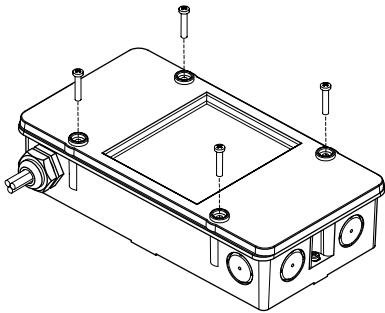

Рис. 5
- В корпус FDCH221 (рис. 5)
1. Откройте корпус (рис. 5).
6. Закройте корпус с помощью прилагаемых винтов (рис. 5).